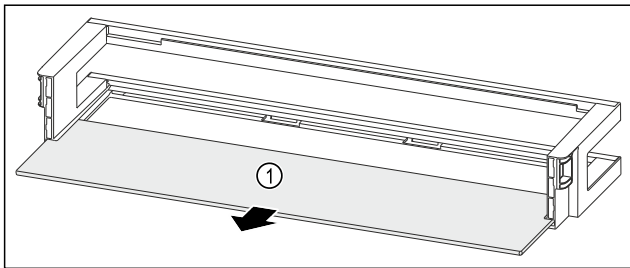

Fig. 136 Ajtópolc tárolólappal
- ▶ Vegye ki a tárolólapot Fig. 136 (1).